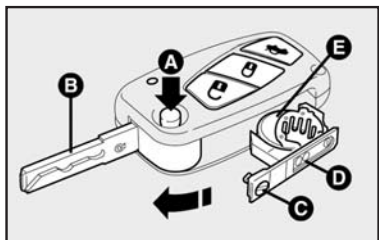

fig. 5
- apertar o botão **A-fig. 5** e colocar o encaixe metálico (**B**) na posição de abertura;